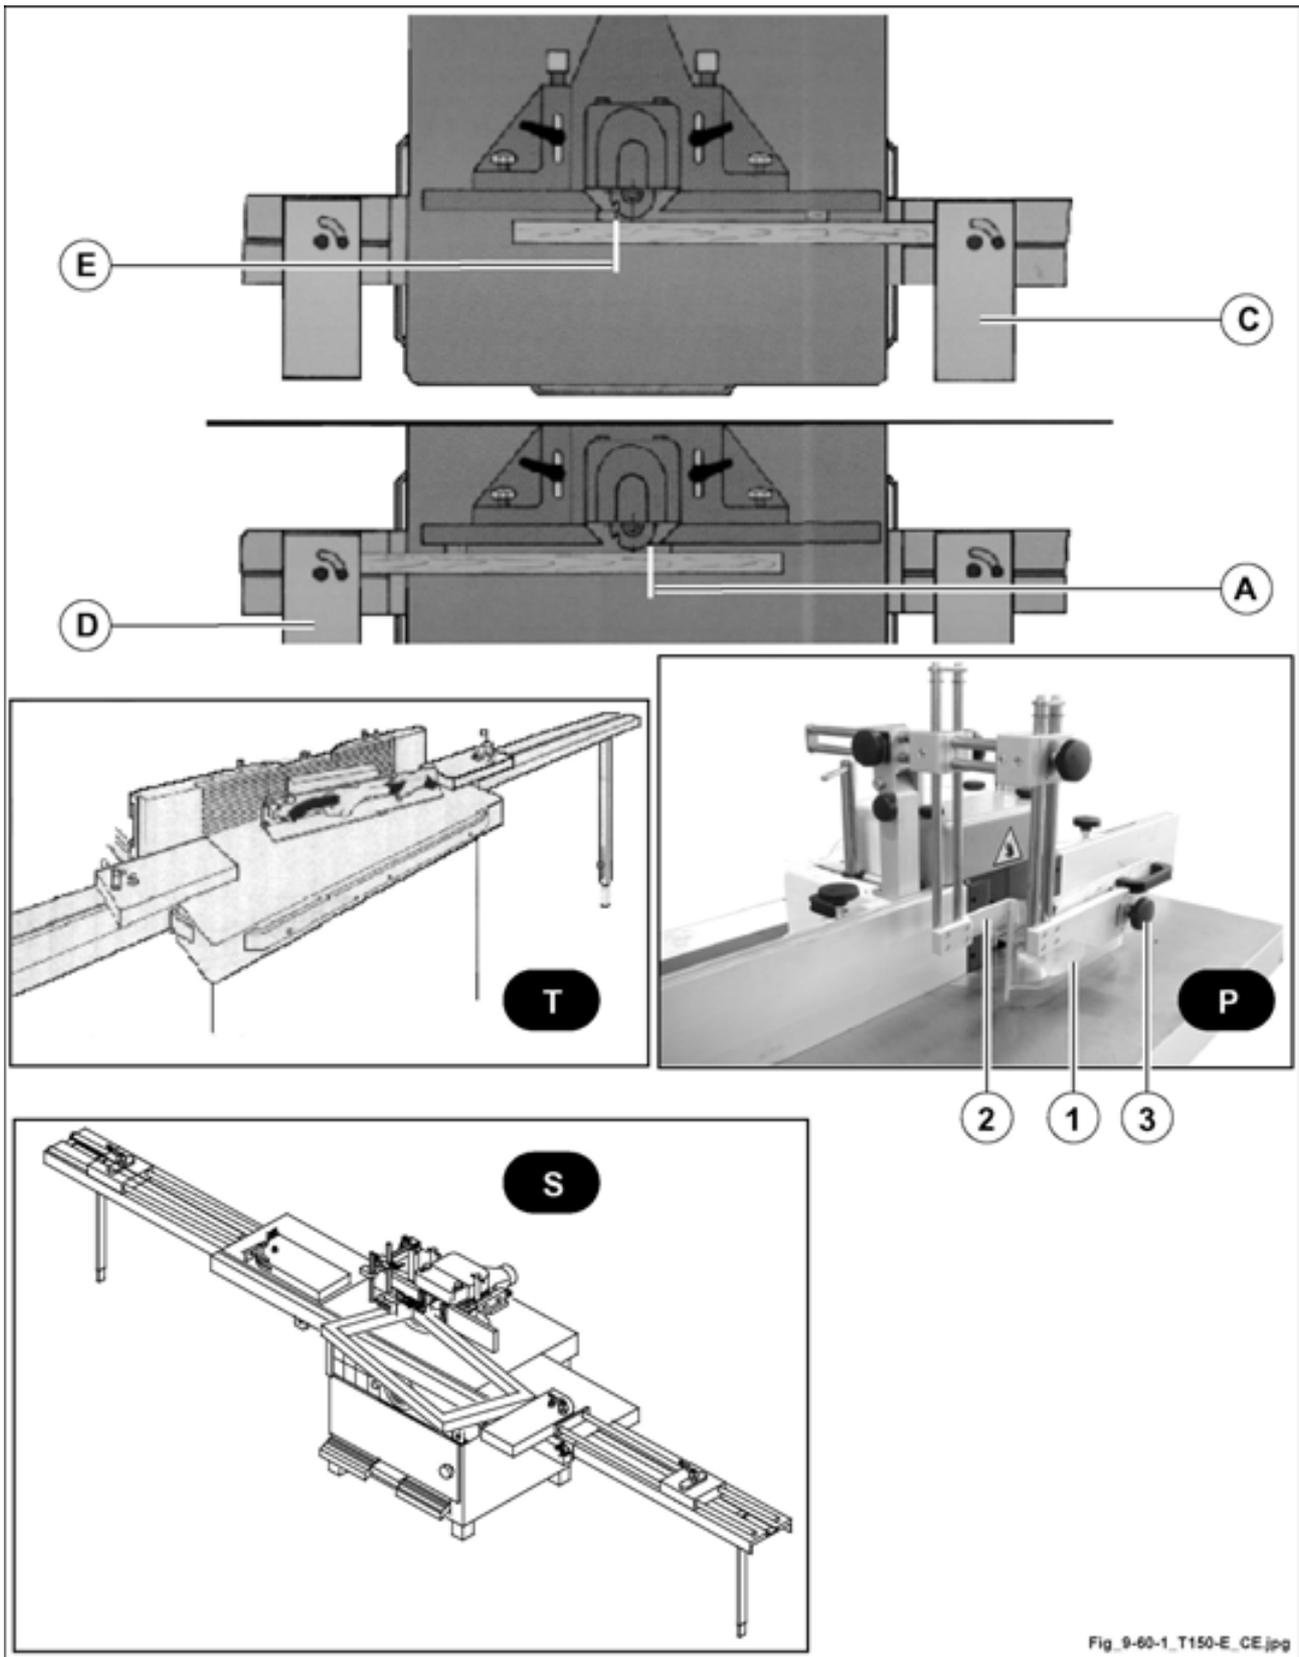

Fig. 9.60-1
Point d'introduction (E fig. 9.60-1)
- En guise de sécurité anti-recul déplacer et serrer la butée transversale (C fig. 9.60-1) contre l'extrémité de la pièce ou bien le gabarit de serrage.
Point d'interruption (A fig. 9.60-1):
- Déplacer et serrer la butée transversale (D fig. 9.60-1) de la rallonge de la table postérieure (en sortie) comme limitation de l'avancement au début de la pièce ou bien au gabarit de serrage.
Couvrir l'outil avec le groupe presseur. (P fig. 9.60-1).
- Régler le presseur vertical (2 fig. 9.60-1) quelques millimètres au-dessus de la pièce à usiner.
- Régler le presseur horizontal (1 fig. 9.60-1) quelques millimètres au-delà de la largeur de la pièce. En cas de pièces courtes, tourner le presseur horizontal (1 fig. 9.60-1) après avoir desserré la poignée (3 fig. 9.60-1), ainsi la pièce peut être introduite oblique. Etant donné que le presseur 1 recouvre une largeur maximum de 250 mm, en cas de pièces plus larges régler les presseurs (1 et 2 fig. 9.60-1) au-dessus de la pièce.
- Appuyer la pièce contre la butée transversale (voir S ou T fig. 9.60-1).